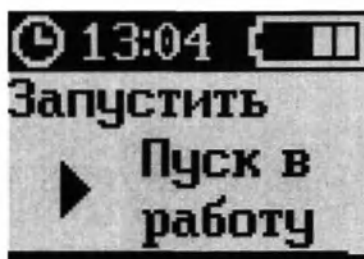

Рисунок 52 – Экран ожидания пуска в работу
1. Нажать кнопку «МЕНЮ» для того, чтобы войти в меню помпы (рисунок 52).